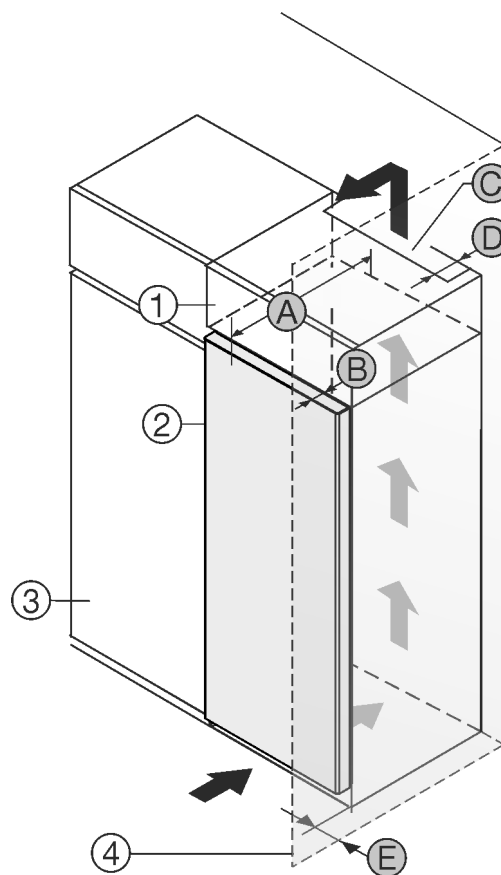

Fig. 1
- (1) Nastavná skříňka *
- (2) Příklad *
- (3) Kuchyňská skříň *
- (4) Stěna *
- (5) Hloubka dvířek *
- (6) Ventilační průřez *
- (7) Vzdálenost zadní strany přístroje *
- (8) Vzdálenost k zadní straně přístroje *
Můžete přístroj nainstalovat přímo vedle kuchyňské skříňky Fig. 1 (3)*.
Na zadní straně nastavné skříňky musí být větrací šachta hluboká Fig. 1 (6) přes celou šířku nastavné skříňky.*
Pod stropem místnosti musí být dodržen ventilační průřez Fig. 1 (6)*.
Když přístroj instalujete závěsy vedle stěny Fig. 1 (4), musí být vzdálenost mezi přístrojem a stěnou minimálně 13 mm.*
Aby bylo možné dvířka plně otevřít, musí přístroj přesahovat o hloubku dvířek Fig. 1 (5) vůči přední linii kuchyňské skříňky. V závislosti na hloubce kuchyňských skříňek Fig. 1 (3) a použití vymezovačů odstup od stěny může přístroj vyčnívat dále.*